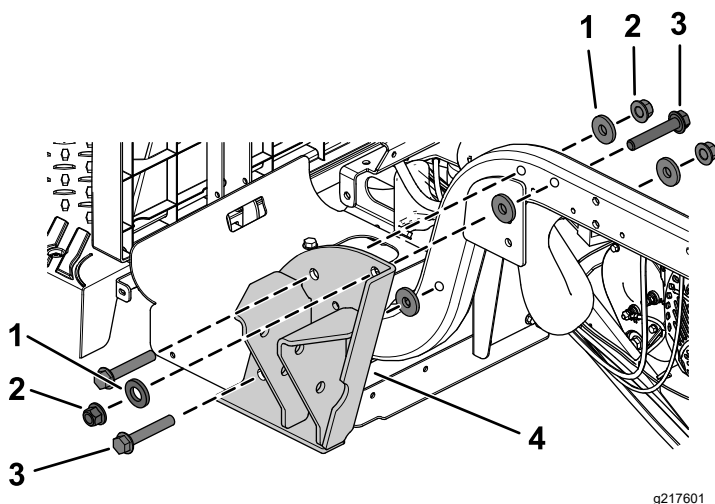

図 25
1. 図 25 のように、ROPS ブラケットを取り付けるフランジヘッドボルト $\frac{1}{2} \times 3$ インチ 3 本、平ワッシャ $\frac{1}{2}$ インチ 5 枚、ロックナット $\frac{1}{2}$ インチ 3 個を使用する。
注 ワッシャは、図 25 に示すように 2 枚を外側に取り付けてください。